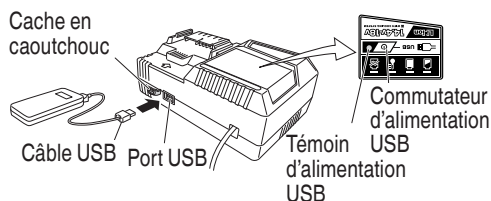

Fig.10
(2) Mettez le commutateur d'alimentation USB sur marche (Fig. 10)
(3) Connectez le câble USB. (Fig. 10)
○ Mettez le commutateur d'alimentation USB sur arrêt et débranchez le câble d'alimentation de la prise électrique. (Fig. 10)